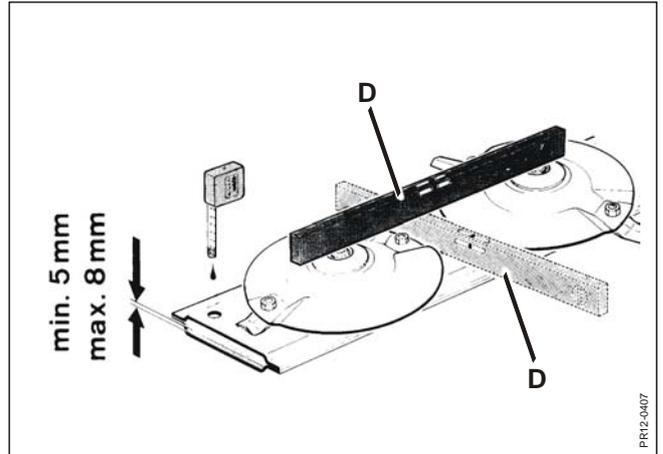

Fig. 4-2
**Fig. 4-2** Den Messerbalken waagrecht stellen, um den Ölstand zu prüfen. Dafür am besten eine Wasserwaage **D** – evtl. zwei – benutzen und sowohl in der Längsrichtung als auch in der Querrichtung messen.